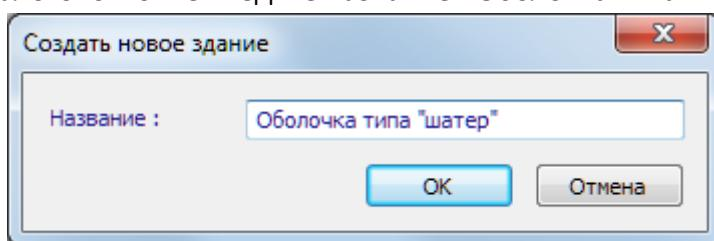

Рис. 2.1. Диалоговое окно **Создать новое здание**
- В появившемся диалоговом окне введите название «Оболочка типа «шатер»» (рис.2.1)